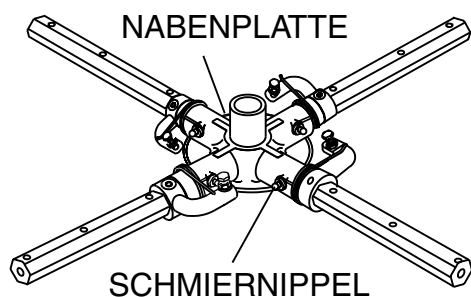

Abbildung 32. Entfernen der Schmiernippel
1. Jeder Glättarm wird von der Nabenplatte durch eine Sechskantschraube (mit Schmiernippel) gehalten. Entfernen Sie die Sechskantschraube / den Schmiernippel von der Nabenplatte (Abbildung 32).